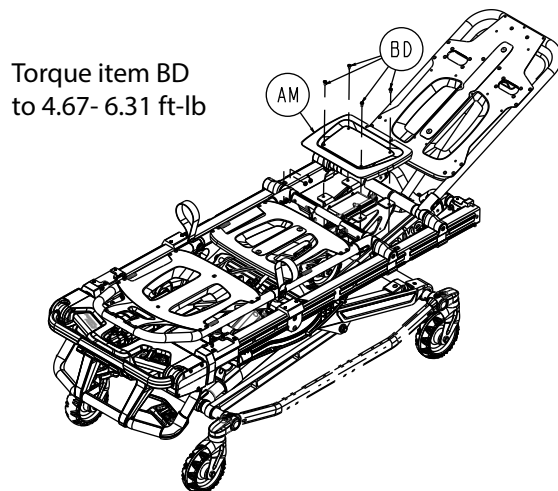

Figure 56 – Retirer les vis du revêtement du siège
5. À l'aide d'une clé Torx T25, retirer les quatre vis à roulement à tête cylindrique (BD) qui fixent le revêtement du siège (AM) à la civière (Figure 56). Retirer et conserver le revêtement du siège. Conserver les vis.